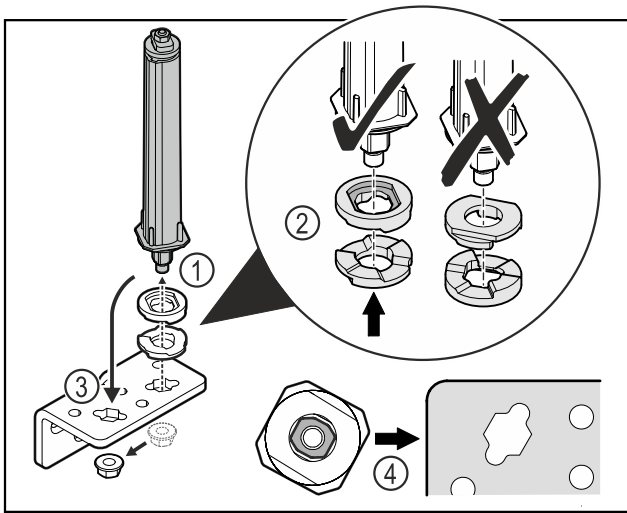

Fig. 38
- ▶ Avaa mutteri ja poista oven sulkuyksikkö Fig. 38 (1).
- ▶ Huomioi korkeudensäätölaattojen oikea kohdistus Fig. 38 (2).
- ▶ Aseta oven sulkuyksikkö saranakulmassa toiseen paikkaan ja kiinnitä mutterilla Fig. 38 (3).
- ▶ Huomioi oven sulkuyksikön oikea kohdistus paikalleen asettamisen yhteydessä Fig. 38 (4).